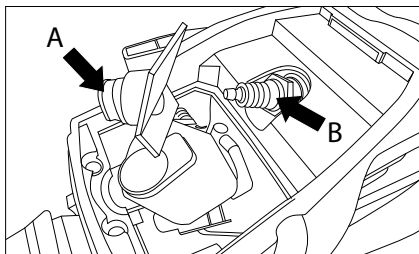

Рис. 25
2. Від'єднайте високовольтний кабель від свічки запалювання (A) (рис. 25).
3. Відкрутіть свічку запалювання (B) за допомогою спеціального ключа для свічок. НЕ використовуйте ніякий інший інструмент.